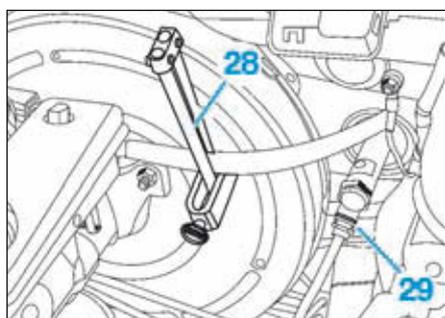

FIG.112
- Mettre en place un pince durit sur l'alimentation du cylindre émetteur d'embrayage (28) (Fig.112).
- Ecarter l'agrafe du cylindre émetteur (29) pour désaccoupler la canalisation.